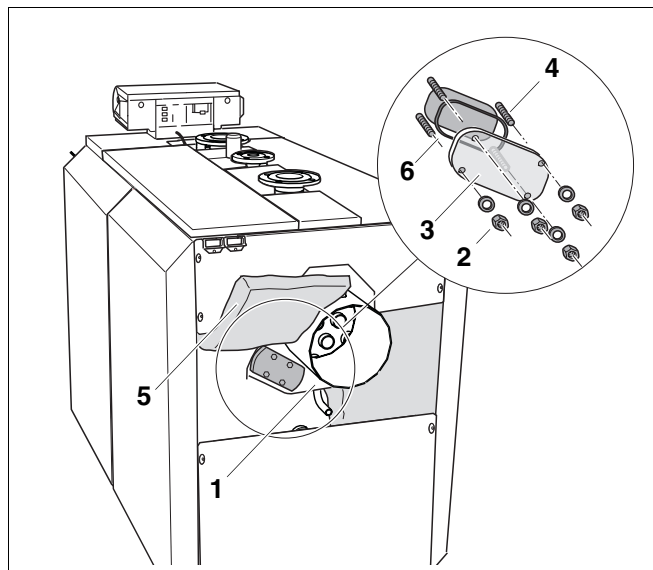

Рис. 51 Установка крышки для чистки (на рисунке изображено положение крышки для типоразмеров котлов: SE635 230 – 280 кВт и SK635 265 – 325 кВт)
- Откинуть вверх теплоизоляцию коллектора дымовых газов (рис. 51, **поз. 5**) таким образом, чтобы можно было установить на коллектор крышку для чистки.
- Посадить на шпильки крышку для чистки коллектора дымовых газов (рис. 51, **поз. 3**) со вложенной прокладкой (рис. 51, **поз. 4**).
- Закрепить крышку для чистки (рис. 51, **поз. 3**) гайками с шайбами (рис. 51, **поз. 2**) на коллекторе дымовых газов (рис. 51, **поз. 1**). Момент затяжки 12 Нм (вручную).